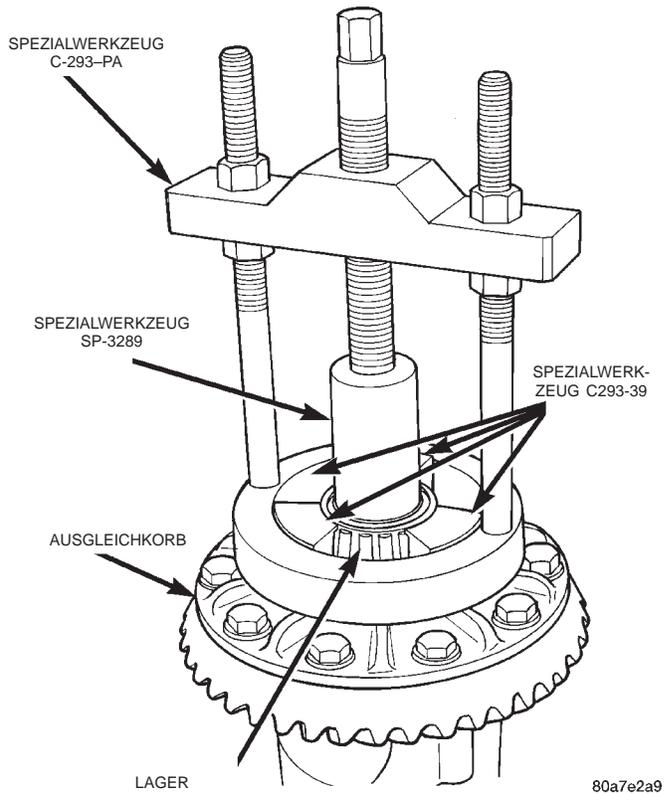

Abb. 30 Differentiallager ausbauen
(1) Ausgleichkorb aus dem Differentialgehäuse ausbauen.
(2) Die Lager mit den Werkzeugen C-293-PA, C-293-39 und Treiber SP-3289 vom Ausgleichkorb abziehen (Abb. 30).